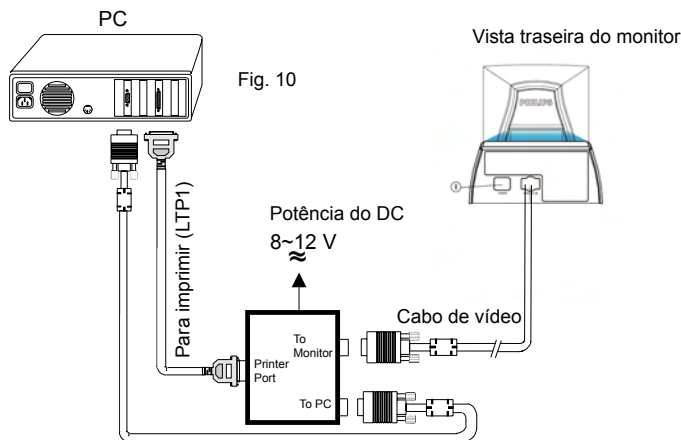

Fig. 10
Passo 1: Após inicializar a caixa de ajuste conecte todos os cabos como mostrado na fig.10.